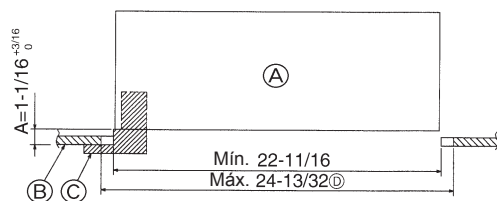
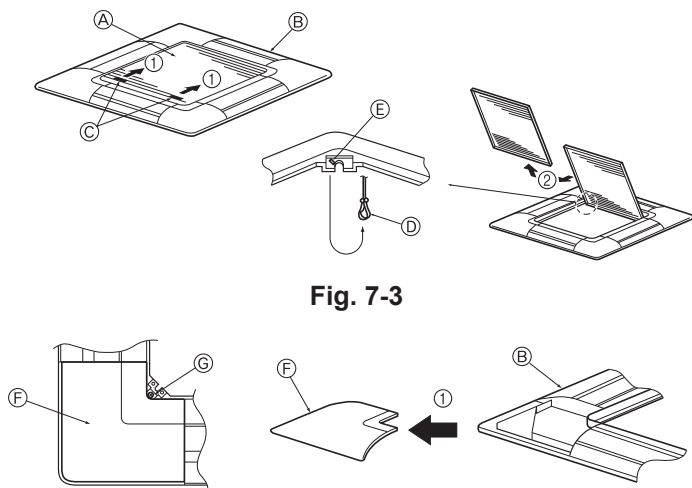
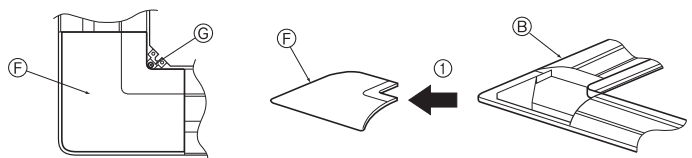

Fig. 7-2
Fig. 7-3
Fig. 7-4
7.2. Preparación para conectar la rejilla (Fig. 7-2)
- (A) Unidad principal
- (B) Techo
- (C) Plantilla (Accesorio)
- (D) Dimensiones de apertura del techo
7.2.1. Extracción de la rejilla de admisión (Fig. 7-3)
- Deslice las palancas en la dirección indicada mediante la flecha ① para abrir la rejilla de admisión.
- Con la rejilla de admisión en posición "abierta", extraiga la bisagra de la rejilla de admisión de la rejilla tal y como se indica mediante la flecha ②.
7.2.2. Extracción del panel angular (Fig. 7-4)
- Extraiga el tornillo de la esquina del panel angular. Deslice los paneles angulares indicados por la flecha ① para extraer este panel.
- (A) Rejilla de admisión
- (B) Rejilla
- (C) Palancas de la rejilla de admisión
- (D) Gancho de la rejilla
- (E) Orificio para el gancho de la rejilla
- (F) Panel angular
- (G) Tornillo